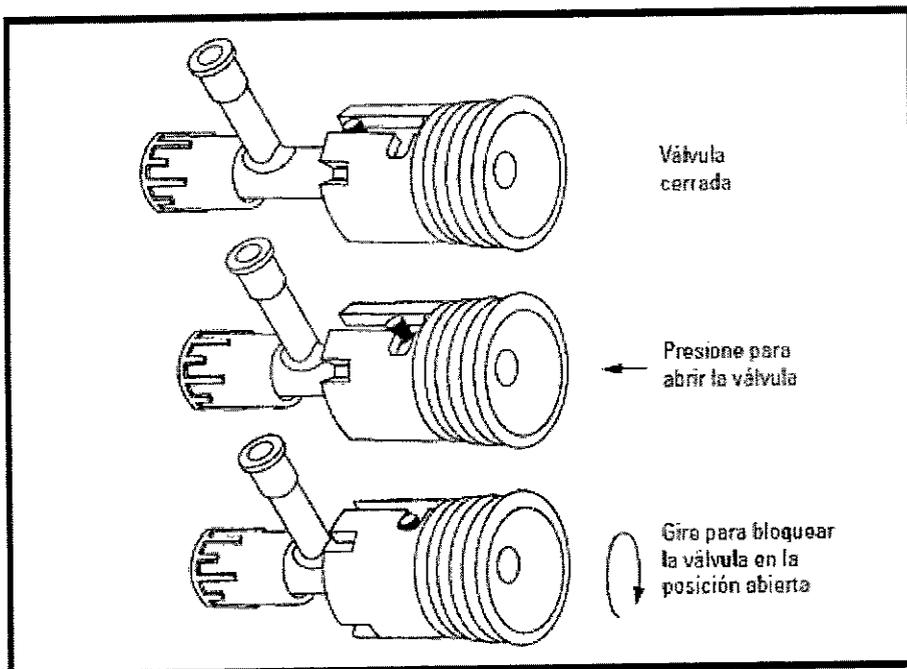

Figura 4.0
- iii. Gire la tapa en sentido antihorario para desbloquear la válvula y devolverla a su posición cerrada. (Vea la posición bloqueada y desbloqueada en la Figura 4.0).